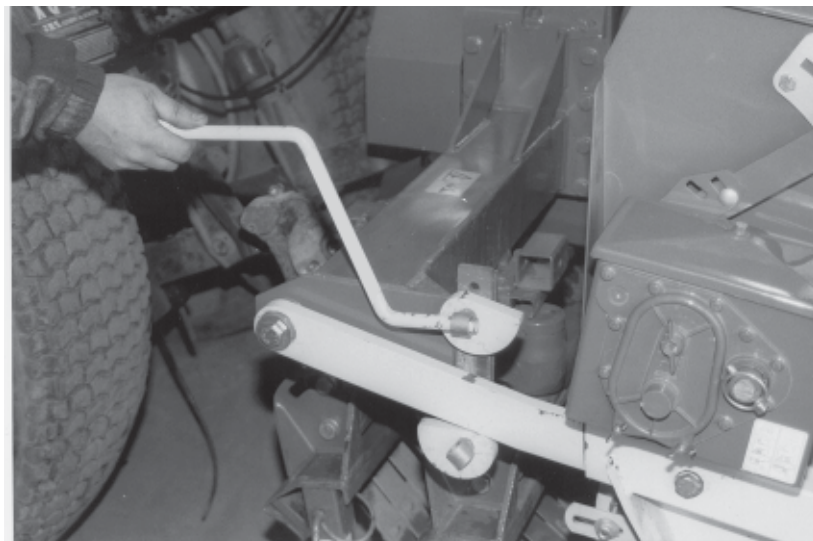

fig. 21
- desserrer les vis de blocage des excentriques à l'aide de la manivelle (fig. 21),